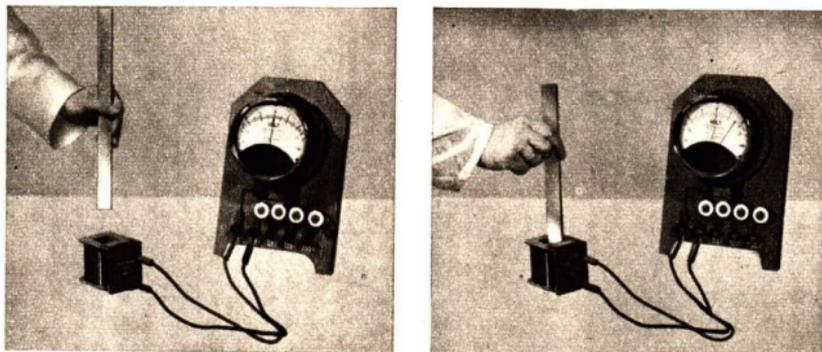
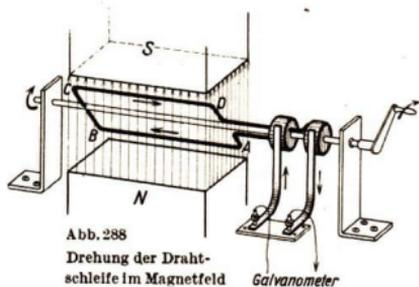
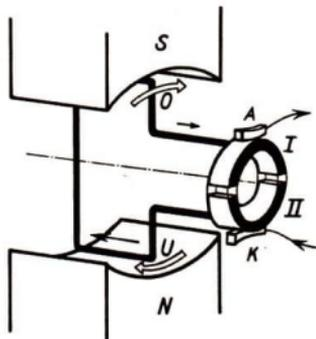
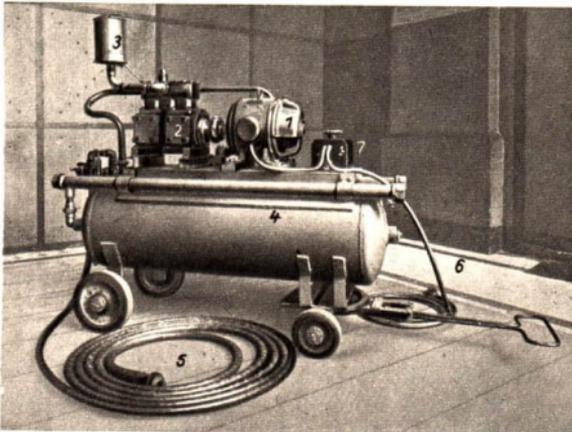

Abb. 286 Wie ein Magnet elektrischen Strom erzeugt
Abb. 288
Abb. 290 Erzeugung von Gleichstrom
Abb. 296 Fahrbarer Kompressor mit Antrieb durch Elektromotor
**1. Wie elektrischer Strom erzeugt wird - Induktion.** Eine aus vielen Windungen bestehende Drahtspule verbinden wir mit einem empfindlichen Strommeßgerät (Abb. 286). Wir stoßen einen kräftigen Stabmagneten in die Spule hinein. Das Meßgerät zeigt einen Ausschlag, so lange der Magnet bewegt wird: in der Spule fließt ein Strom. Ist der Magnet zur Ruhe gekommen, dann stellt sich der Zeiger des Meßinstrumentes wieder auf den Nullpunkt ein: die Spule ist stromlos. Beim Herausziehen des Magneten aus der Spule ist abermals ein Ausschlag des
**2. Stromerzeugende Maschinen.** Erzeugt man einen Induktionsstrom durch Bewegen eines Magneten in einer Spule (Versuch Abb. 286), so muß der Magnet dauernd hin- und herbewegt werden. Der entstehende Induktionsstrom ändert bei jeder Hin- und Herbewegung seine Richtung, er ist ein **Wechselstrom**. — Eine Hin- und Herbewegung läßt sich technisch schwer verwirklichen; man läßt deshalb die Spule Drehbewegungen ausführen. Wie man das erreicht, zeigt Abb. 288. *N* und *S* sind die Pole eines starken Magneten. Sein magnetisches Feld ist durch die dünn gezeichneten, von *N* nach *S* verlaufenden Pfeile angedeutet. Im magnetischen Feld wird die Spule, von der in unserer Abbildung nur eine einzige Windung *ABCD* gezeichnet ist, gedreht. Die Enden der Drahtschleife sind an zwei gegeneinander isolierten Metallringen befestigt. Die Metallringe sitzen auf einer Achse, und auf ihnen schleifen zwei Metallfedern oder -bürsten, die mit einem Meßgerät verbunden sind. Dreht man die Kurbel in der Pfeilrichtung, dann durchschneiden die Drahtstücke *AB* und *CD* die magnetischen Feldlinien. Da sich infolgedessen das von der Leiterschleife umschlossene magnetische Feld ändert, entsteht ein Strom, der in dem in Abb. 288 festgehaltenen Augenblick in Richtung der Pfeile fließt. Bei einer vollen Umdrehung der Spule lassen sich
zwei Stellungen stärkster Stromerregung angeben. Sie werden in dem Augenblick erreicht, in dem die Drahtwindung in Abb. 288 senkrecht stehen würde. Überlege, welche beiden Stellungen die beiden Leiterstücke  $AB$  und  $CD$  in diesem Augenblick gerade einnehmen können! Die Feldlinien werden dann von  $AB$  und  $CD$  senkrecht durchschnitten. Beide Stellungen sind um  $180^\circ$  gegeneinander verdreht; in beiden Stellungen fließt der Strom in entgegengesetzter Richtung durch die Spule.
Auch *Gleichstrom* läßt sich maschinell erzeugen, wie wir uns an Hand der Abb. 290 klar machen wollen. Statt der beiden Schleifringe der Abb. 288 haben wir hier nur einen, der aus zwei gegeneinander isolierten Halbringen I und II besteht, auf denen die Metallbürsten  $A$  und  $K$  schleifen. In den Halbringen endet die Drahtschleife. In ihr fließt bei der gezeichneten Stellung der Strom von II nach I, wenn wir die Drahtschleife im Sinne des Uhrzeigers drehen. Nach einer Drehung von  $180^\circ$  ist  $O$  an die Stelle von  $U$  gekommen und  $U$  an die Stelle von  $O$ .
Auf die Frage, **w**er die Räder des Straßenbahnwagens in Drehung versetzt, ist zu antworten: der **Elektromotor**1). Wir betrachten noch einmal die Abb. 290! Wird die Drahtschleife (der Läufer) im Magnetfeld gedreht, so entsteht in ihr ein elektrischer Strom, den wir an den Schleifkontakten *A* und *K* abnehmen können. Es ist mechanische Arbeit (Drehung des Läufers) in elektrische Energie umgewandelt worden. Unsere Maschine ist ein Stromerzeuger, ein **Generator**2), man sagt auch eine **Dynamomaschine**3). Dieser Vorgang der Energieumwandlung ist umkehrbar.
In ähnlicher Weise gerät der Läufer der Abb. 290 in eine drehende Bewegung, wenn wir ihm durch die Schleifkontakte *A* und *K* elektrischen Strom zuführen. Aus elektrischer Energie entsteht mechanische Arbeit. Unsere Maschine wirkt dann als **Elektromotor**. Abb. 296 zeigt als Beispiel einen Elektromotor als Antriebsmaschine einer fahrbaren Preßlufteinrichtung, eines sog. *Kompressors*4), wie er zum Betreiben von Luftdruckhämmern, -meißeln,